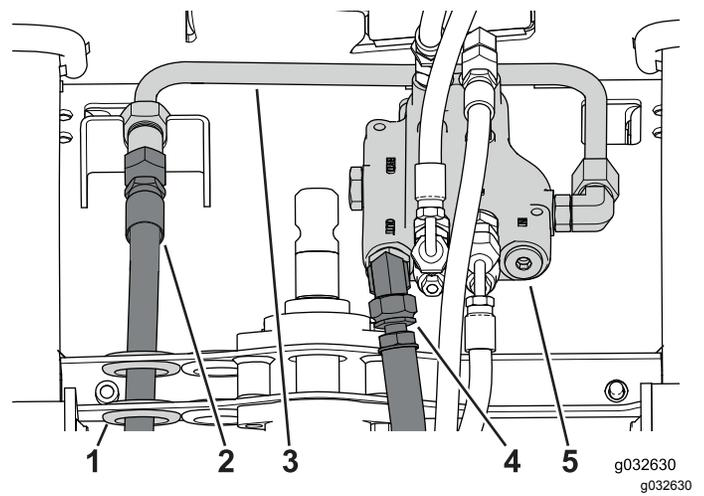

Figura 82
5. Disponete il flessibile di mandata attraverso il gommino e collegatelo al connettore del tubo (Figura 82).
6. Collegate il flessibile di ritorno alla valvola di regolazione (Figura 82).